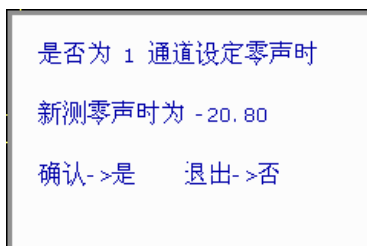

图 3.9 自动调零提示框
- 5) 调整好波形后按【采样】键停止采样同时弹出图 3.9 所示的对话框。